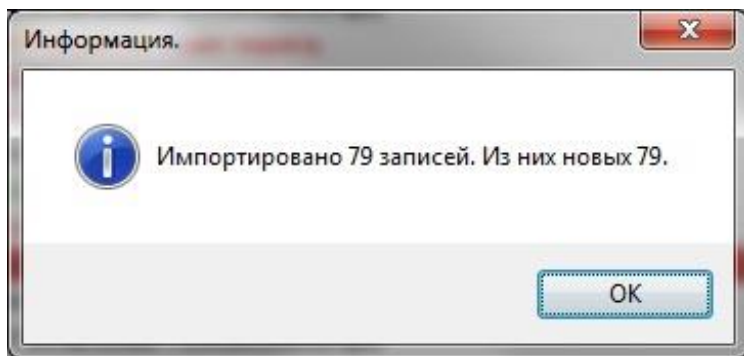

Рисунок 20 – Импорт данных
10.3 Нажмите кнопку **«Открыть»**. На мониторе отобразится окно с информацией о количестве импортируемых записей (рисунок 20).